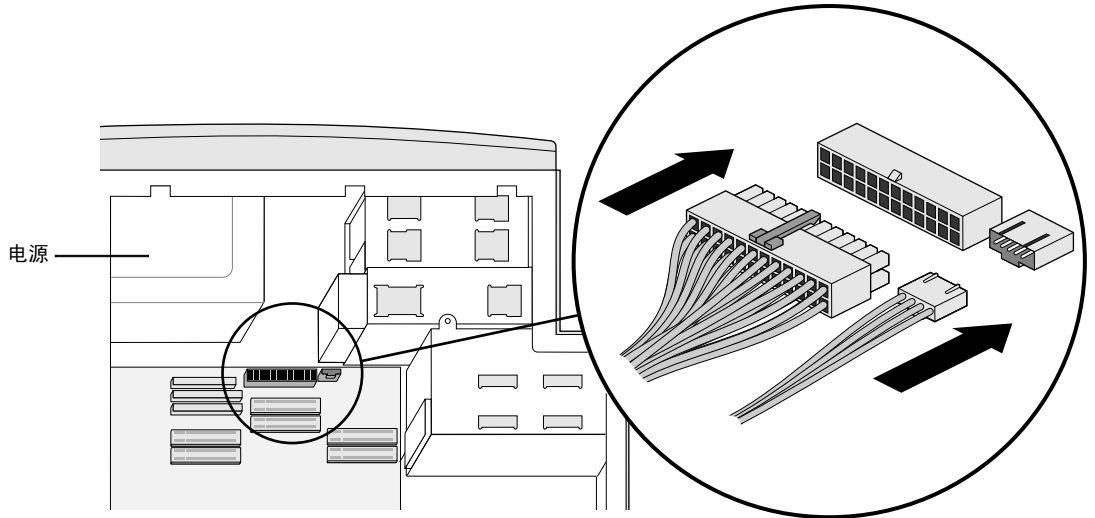

图 7-7 将电源电缆连接到系统板上
6. 重新将两条电缆线连到系统板上，如图 7-7。它们的连接器位于电源之下、中间的 DIMMs 组之上。